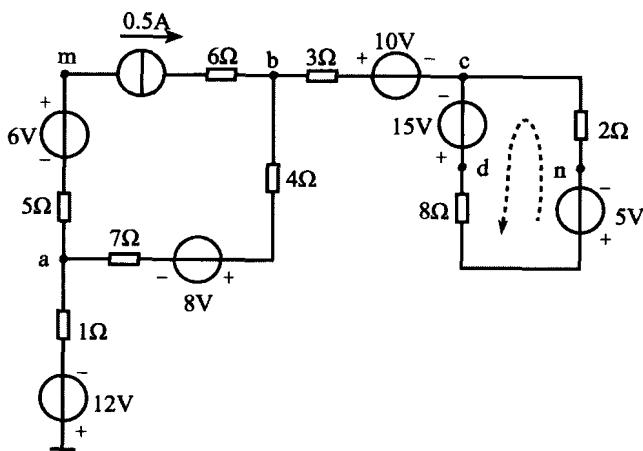

图 1-8
**例 1.1.2** 电路如图 1-8 所示，试求电压  $U_{mn}$  以及电位  $V_a$ 、 $V_b$ 、 $V_c$  和  $V_d$ 。